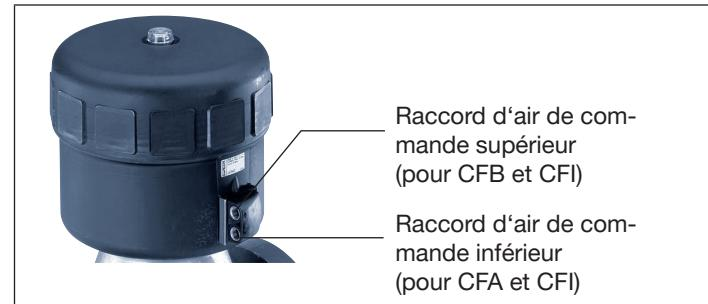

Fig. 17: Raccordement pneumatique
→ Appliquez de l'air comprimé sur le raccord d'air de pilotage inférieur (valeur indiquée sur la étiquette d'identification) (voir « Fig. 17 »).
- Appliquez de l'air comprimé sur le raccord d'air de pilotage inférieur (valeur indiquée sur la étiquette d'identification) (voir « Fig. 17 »).
- Appliquez de l'air comprimé sur le raccord d'air de pilotage supérieur (valeur indiquée sur la étiquette d'identification) (voir « Fig. 17 »).